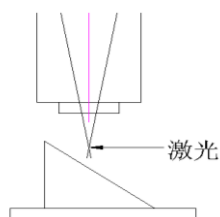

图 10: 激光调焦示意图 1
a) 工作台上放置一平整的平板，再在平板上固定一个有机玻璃三角块。如图 10 所示。